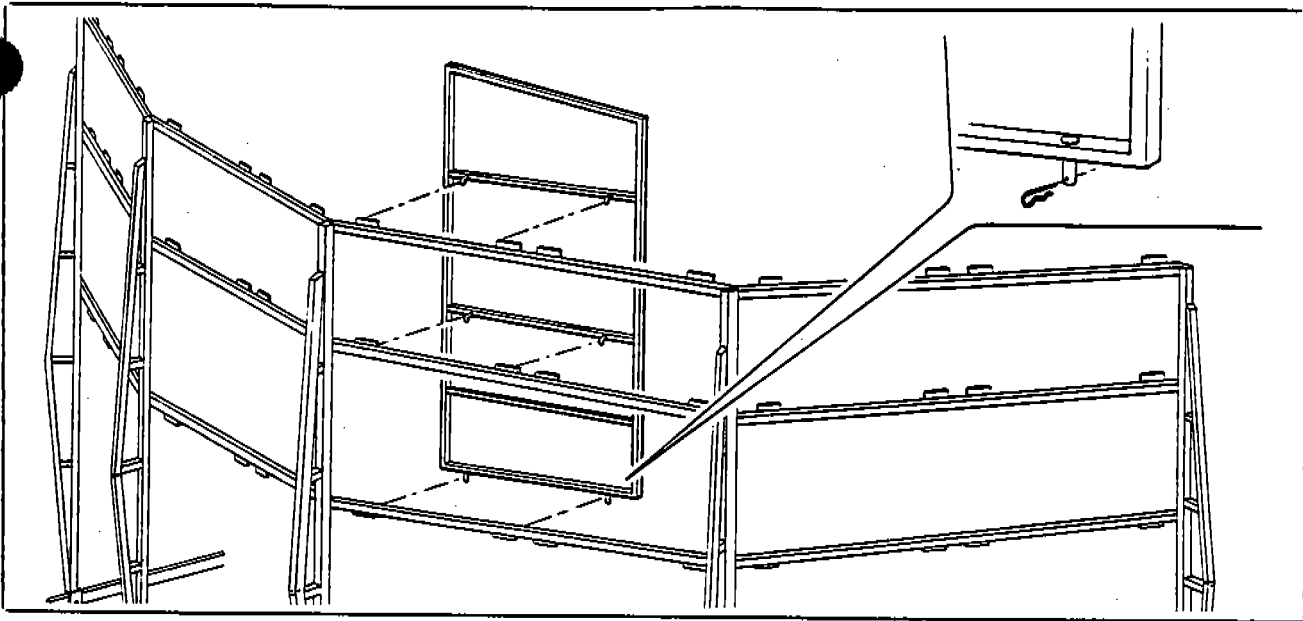

Fig. 34
c) Hang the scenery panels (Fig. 34) from the top bars, the lower pins must go into the correspondent holes in the lower bars, secure them with safety clips.
c) Agganciare i pannelli sui rispettivi traversi (Fig. 34) rispettando la giusta successione. Fissarli in posizione con copiglie.